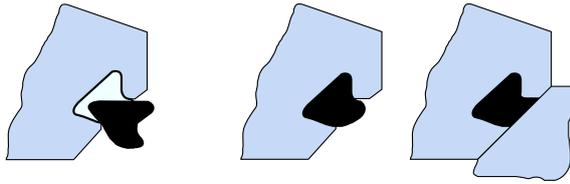

Abb.47
3. V-Ring einlegen. Einbaulage des V-Rings beachten (siehe Abb. 47).